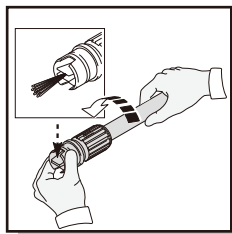

Fig. 16
- Saque el lance ajustable. Gire la boquilla ajustable en el lance a la flujo estrecho ajuste que abre las aspas del ventilador (Fig. 16).